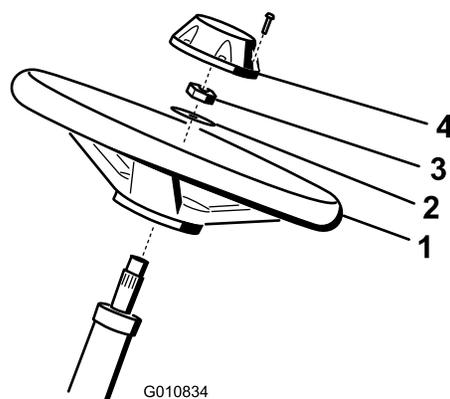

图 3
1. 将方向盘滑入转向轴图 3。
2. 将垫圈滑入转向轴图 3。
3. 使用锁紧螺母将方向盘固定到转向轴图 3 上上紧扭矩至 2735N·m。
4. 将中心盖安装到方向盘上用螺丝固定图 3。